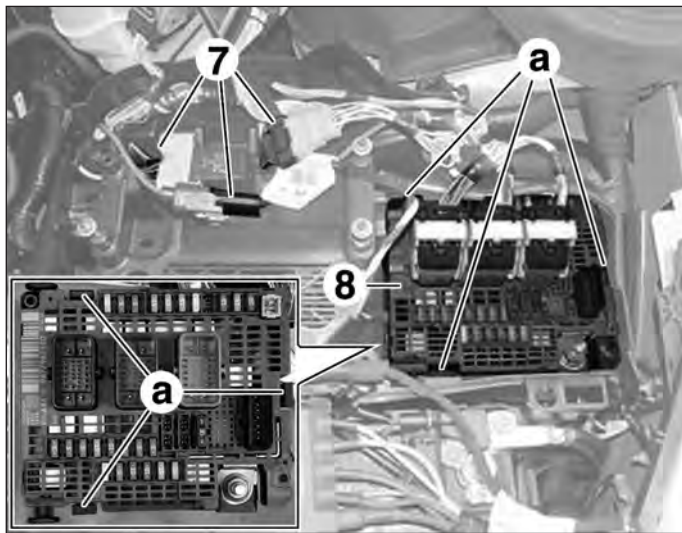

FIG.7
- Débrancher et écarter les connecteurs (7) (Fig.7).
- Déclipper le boîtier de servitude moteur (8) en (a) à l'aide d'un tournevis plat.
- Déposer le boîtier de servitude moteur (8).